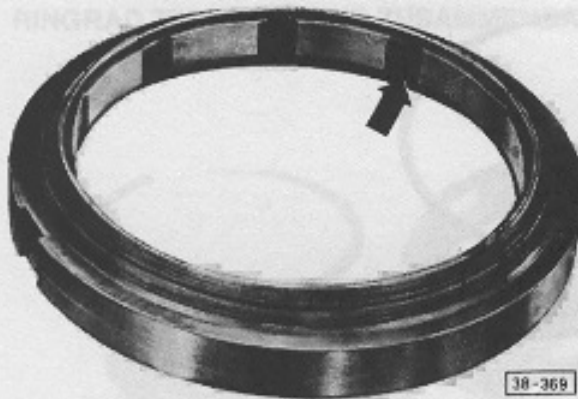

Abb. 1 Unteren Sicherungsring einsetzen
- Unteren Sicherungsring einsetzen – Abb. 1
- Segmente zusammenbauen – Abb. 1